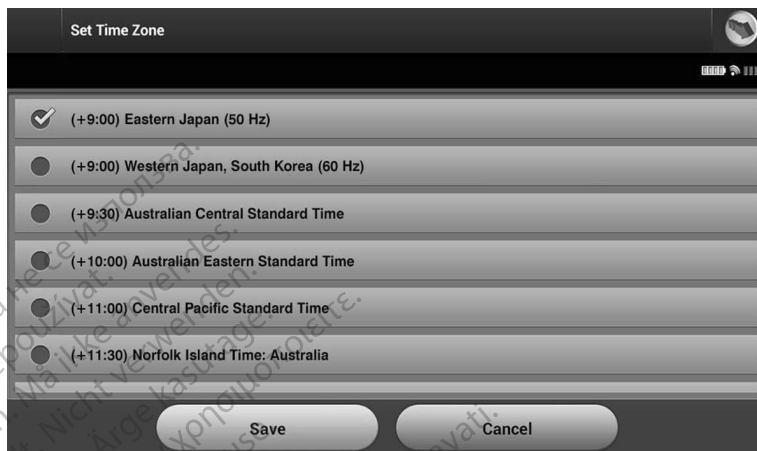

Figura 4: Ecran de setare a zonei temporale (listă derulantă)
1. Selectați Set Time Zone din ecranul Programmer Settings. Ecranul de selecție a zonei temporale apare (Figura 4 la pagina 29).